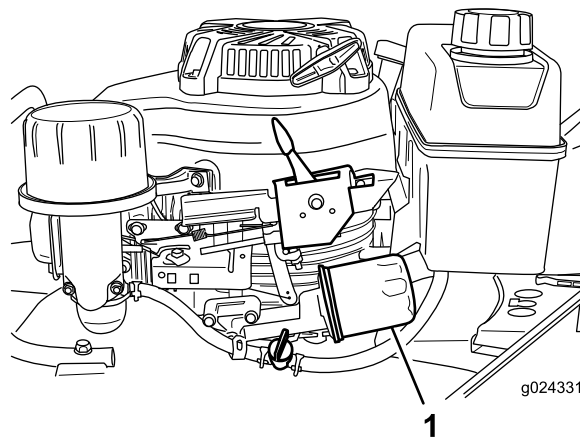

图22
6. 将一块抹布放在机油滤清器 图22下方以接住您在卸下机油滤清器时可能泄漏的任何机油。